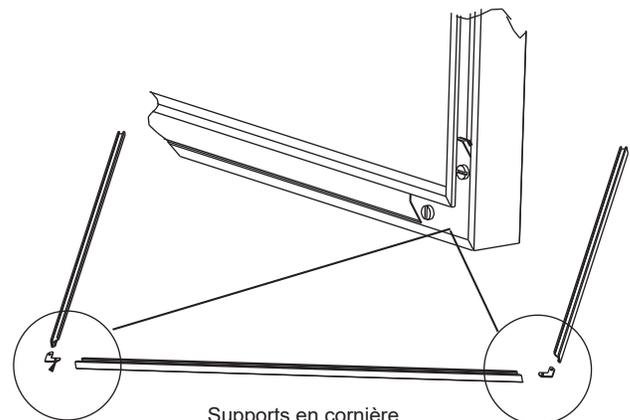

Figure 20.2
4. Visez les supports en cornière en utilisant un tournevis à tête plate (Figure 20.2).